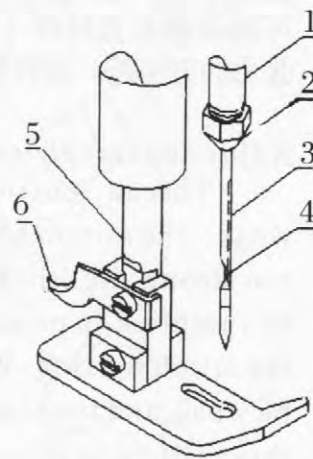

图 1
1、机针的安装 (图1)
Needle setting (fig.1)
8、剪线器的使用 (图1)
How to use the thread chain cutter (fig.1)